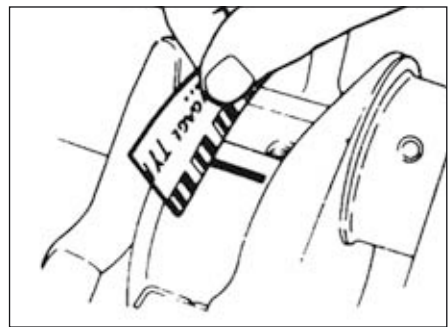

FIG.82
- Mesurer l'écrasement du fil qui doit être compris entre 0,05 et 0,1 mm à l'aide du calibre imprimé sur le papier d'emballage du fil (Fig.82).